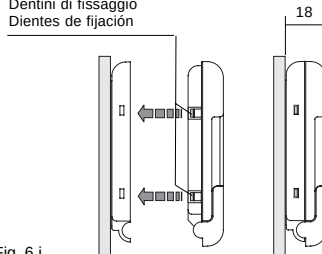

Fig. 6.i
- Fit the body to the base as shown in fig. 6.i.
- Appliquer le corps du chronothermostat à la base (voir fig. 6.i).
- Befestigen Sie das Zeitthermostat an der Grundplatte, siehe hierzu Abb. 6.i.
- Applicare il corpo del cronotermostato alla base come in fig. 6-i.
- Aplicar el cuerpo del cronotermostato a la base como indica la fig. 6.i.